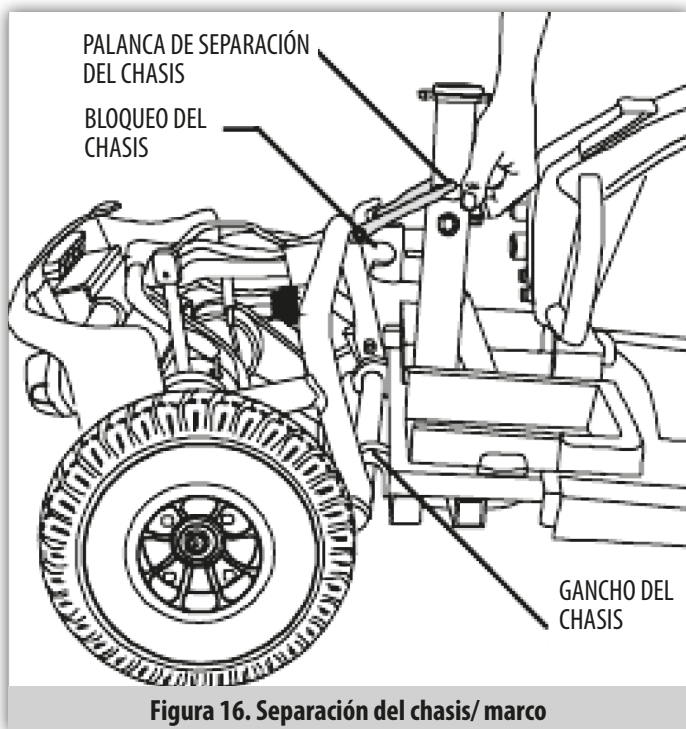

Figura 16. Separación del chasis/marco
- Suba la palanca de separación del chasis. (Figura 16).
- Separe lentamente las dos partes de su scooter. (Figura 16).
- Coloque las partes frontal y posterior como se muestra. (Figura 16).
- Utilice la palanca de separación del chasis para levantar la parte frontal mientras alinea los ganchos del chasis de la parte frontal con la barra inferior de la parte posterior. (Figura 16 y 17).